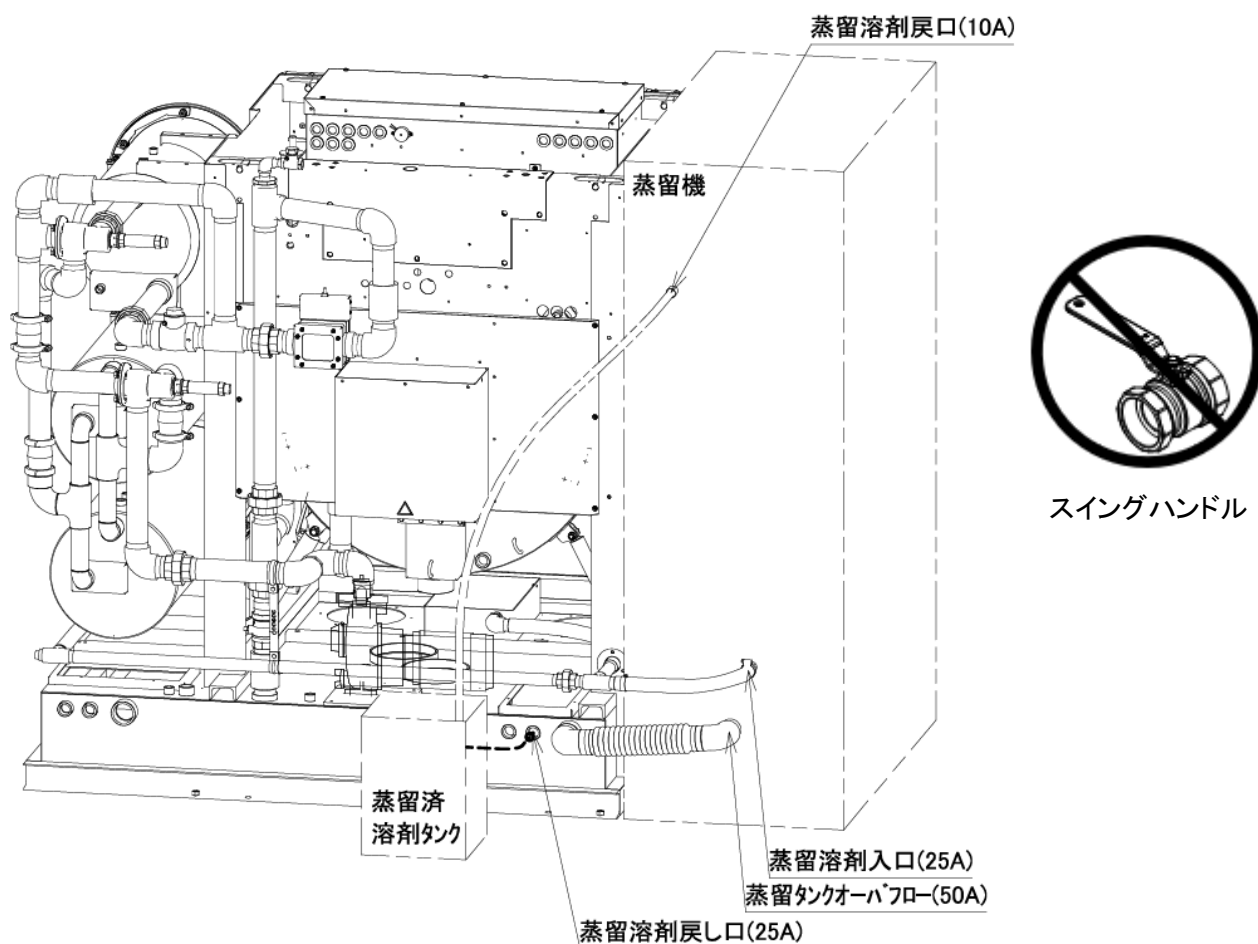

図 5-4
- ・ ベースタンクから蒸留溶剤入口に直接接続する場合（図 5-4）